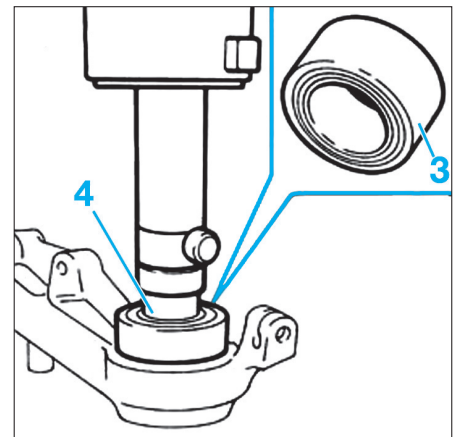

Fig. 28
- Mettre le pivot sur la presse et introduire le roulement neuf (3) à l'aide d'une entretoise (4) de diamètre correspondant (Fig.28).